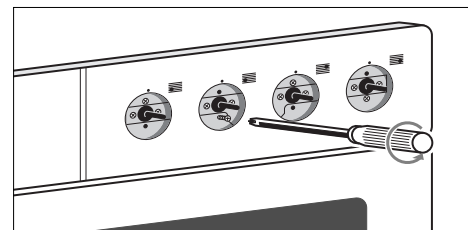

fig. 4
- Dévissez la plaque de montage située derrière le panneau de commande. Dévissez uniquement les vis supérieures et inférieures (placées en quinconce) (voir fig. 4 et 5).